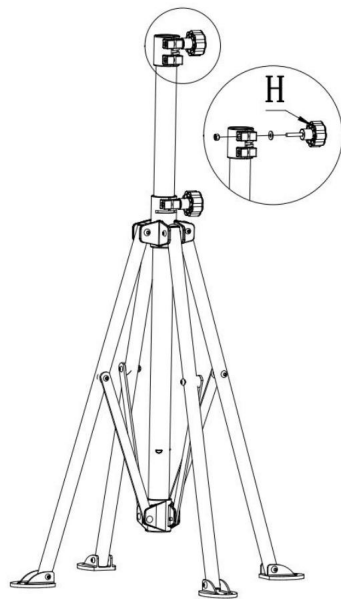
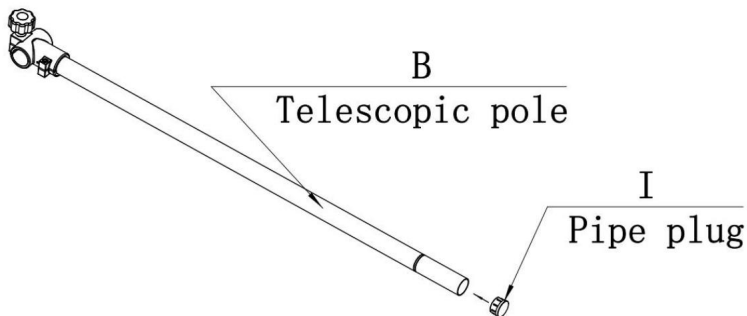

Fig. 2
Fig.3
1. Ställ upp cykelstativets huvudstöd genom att skjuta på koppling (1) på huvudstödet (A) hela vägen ner.
2. Fäll ut fötterna (2) på stativbenen och se till att produkten är placerad på en solid och jämn yta.
3. Montera vredet (H) till läget som visas i Fig. 2, 4. Sätt i rörpluggen (I) i änden av röret som visas i Fig. 3. Sätt sedan i teleskopstång (B) i huvudstödet (A)
5. Montera cykelfästet (C) på teleskopstången (B).
6. Verktygsfacket (D) kan fästas var som helst på huvudstödet (A).
- Denna produkt innehåller också en stabilisator för att säkra framhjulet på den bifogade cykel (E).